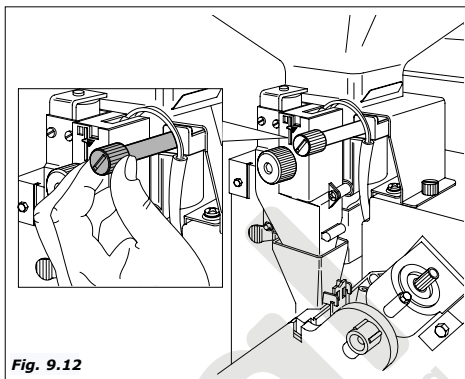

Fig. 9.12
- **Regulación del grado de molienda.** Girar el tornillo (Fig.9.12) para obtener los resultados deseados.